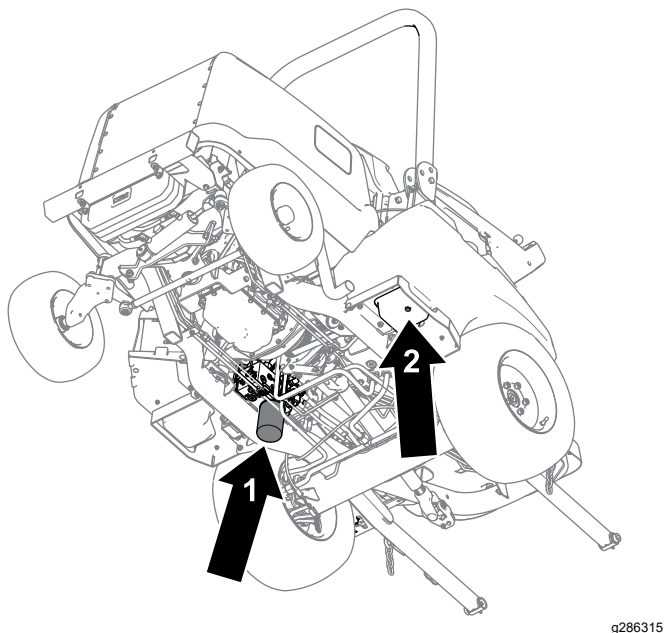

Figure 83
4. Retirez le bouchon de vidange (Figure 83) situé sur le côté du réservoir et laissez l'huile s'écouler dans le bac de vidange.
6. Placez un bac de vidange sous le filtre (Figure 83), déposez le filtre et vidangez le restant d'huile dans le bac.